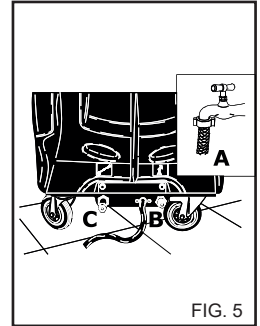

FIG. 5
- 1) Поверните кран подачи воды (рис. 5А).
- 7) Закройте кран водопровода (рис. 5А).